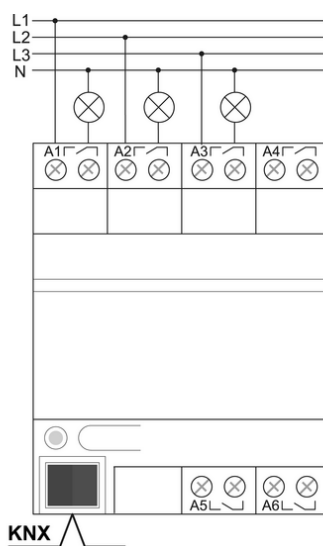

Figura 2: Esempio di collegamento attuatore
- Collegare l'apparecchio secondo lo schema esemplificativo (figura 2).